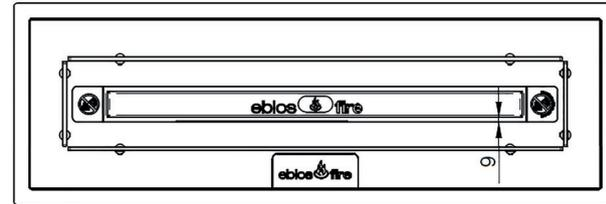

Abb. 10 Luftspalt ca. 9 mm (ohne Abdeckblech)
- Schließen Sie die Gehäuseabdeckung der Quadra Inside. Bitte beachten Sie die korrekte Platzierung, so dass sich zwischen Gehäuseabdeckung und Flammenbereich ein gleichmäßiger (siehe Abb. 10, 11 und 12) Luftspalt befindet, damit eine ausreichende Luftzufuhr gewährleistet wird. Andernfalls kann es zu Verrüßungen der Gehäuseabdeckung und einem ungleichmäßigen Flammenbild kommen.